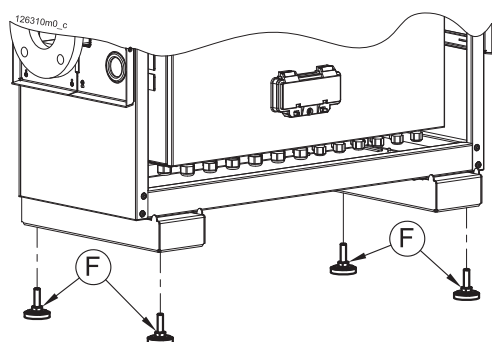

Figura 5-6 - Installazione
- installare i piedi regolabili "F" per il livellamento del modulo termico come da figura 5-6.